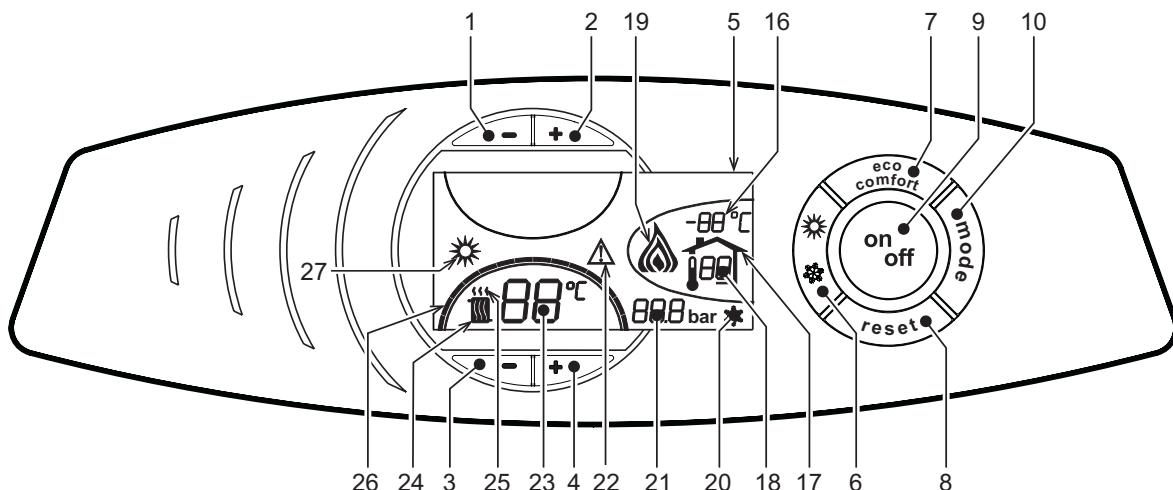
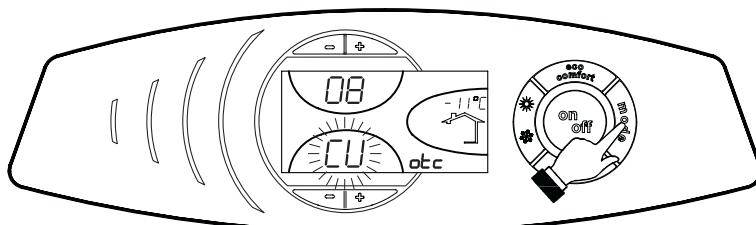
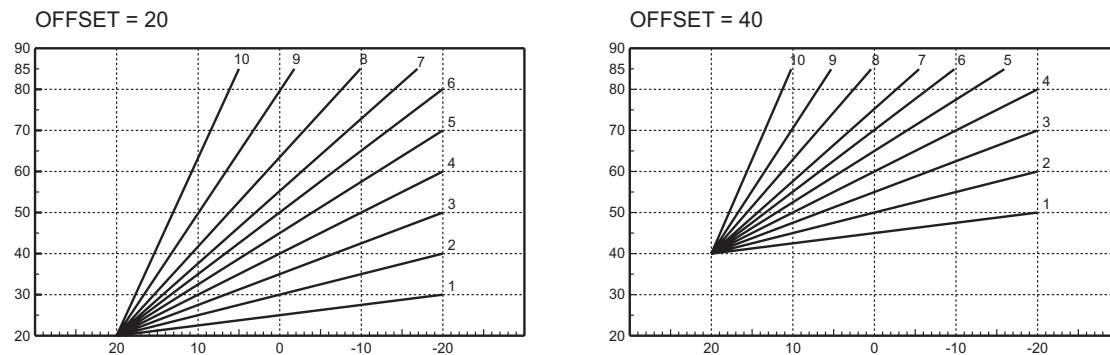

fig. 1 - Tableau des commandes
fig. 10 - Courbe de compensation
fig. 13 - Exemple de déplacement parallèle des courbes de compensation
En cas de besoin thermique (détecté par le thermostat d'ambiance ou la chronocommande à distance), l'air chaud au-dessus du radiateur (rep. 24 et 25 - fig. 1) clignote.
Les voyants des degrés chauffage (rep. 26 - fig. 1), s'allument au fur et à mesure que la température du capteur de chauffage atteint la valeur fixée.
Appuyer sur la touche  (rep. 9 - fig. 1) pendant 1 seconde.
Pour rallumer la chaudière, réappuyer sur la touche  (rep. 9 fig. 1) pendant 1 seconde.
- Appuyer sur la touche ON/OFF (9 - fig. 1)
Appuyer sur la touche  (rep. 6 - fig. 1) pendant 1 seconde.
L'afficheur montre le pictogramme Été (rep. 27 - fig. 1) : La chaudière fournira uniquement de l'eau chaude sanitaire. Le système hors-gel reste activé.
Pour désactiver le mode Été, réappuyer sur la touche  (rep. 6 - fig. 1) pendant 1 seconde.
Pour régler la température entre 30° C (minimum) et 90° C (maximum), agir sur les **touches du chauffage** (rep. 3 et 4 - fig. 1) ; Toutefois, il est conseillé de ne pas faire fonctionner la chaudière en dessous de 45 °C.
Pour régler la température entre 10 °C (minimum) et 65 °C (maximum), agir sur les **touches sanitaire** (rep. 1 et 2 - fig. 1).
Lorsqu'une sonde extérieure (option) est installée, l'afficheur du tableau des commandes (rep. 5 - fig. 1) montre la température extérieure actuelle mesurée par la sonde. Le système de régulation de la chaudière travaille avec la "température évolutive". Dans ce mode, la température de l'installation chauffage est régulée en fonction des conditions climatiques extérieures de manière à garantir un confort élevé et une économie d'énergie pendant toute l'année. En particulier, lorsque la température extérieure augmente la température de départ installation diminue selon une "courbe de compensation" donnée.
Avec le réglage évolutif, la température programmée à l'aide des **touches chauffage** (rep. 3 et 4 - fig. 1) devient la température maximum de départ installation. Il est conseillé de régler la valeur maximale pour permettre au système de réguler la température sur toute la plage utile de fonctionnement.
Appuyer une fois sur la **touche mode** (rep. 10 - fig. 1) pour afficher la courbe de compensation actuelle (fig. 10). Il est possible de la modifier à l'aide des **touches eau chaude sanitaire** (rep. 1 et 2 - fig. 1).
Appuyer sur les **touches chauffage** (rep. 3 et 4 - fig. 1) pour passer au déplacement parallèle des courbes (fig. 13), qui peut être modifié à l'aide des **touches eau chaude sanitaire** (rep. 1 et 2 - fig. 1).
Réappuyer sur la **touche mode** (rep. 10 - fig. 1) pour quitter le mode de réglage des courbes parallèles.
Si la chaudière est reliée à la chronocommande à distance (option), les réglages ci-dessus seront gérés comme indiqué dans le tableau tableau 1. En outre, sur l'afficheur du tableau des commandes (rep. 5 - fig. 1) apparaîtra la température ambiante actuelle, relevée par la chronocommande à distance.
Sélection ECO/COMFORT	En désactivant l'eau chaude sanitaire à partir du menu de la chronocommande à distance, la chaudière se place en mode Economy. Dans cette condition, la touche 7 - fig. 1 sur le panneau de la chaudière est désactivée. En activant l'eau chaude sanitaire à partir du menu de la chronocommande à distance, la chaudière sélectionne le mode Comfort. Dans cette condition, il est possible de sélectionner un des deux modes à l'aide de la touche 7 - fig. 1 du panneau de la chaudière.